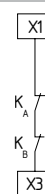

Fig. 8
**Inicio/arranque automático (véase fig. 8)**